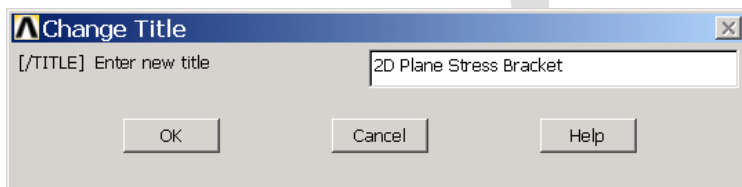

图1.21 【Change Title】对话框
(3) 单击【File】|【Change Title】菜单，弹出如图 1.21 所示的【Change Title】对话框。